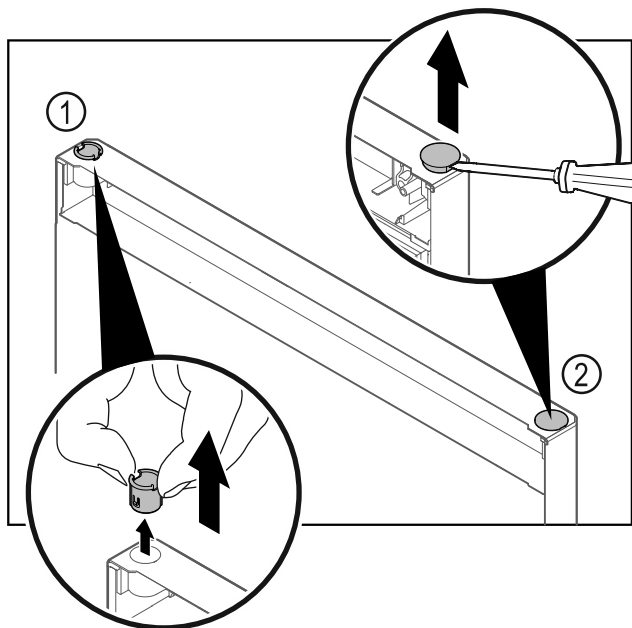

Fig. 20
- ▶ Tõmmake šarniiripuks Fig. 20 (1) sõrmedega välja.
- ▶ Tõstke kattekork Fig. 20 (2) ettevaatlikult lapikruvikeerajaga üles ja tõmmake välja.